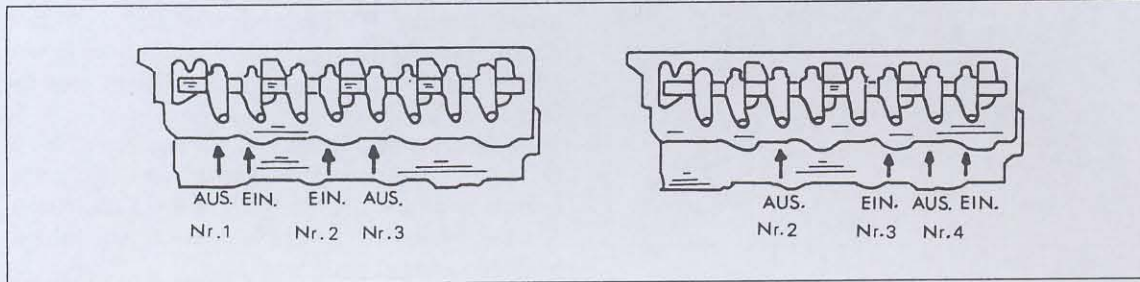

Bild 79
- Kurbelwelle durchdrehen, bis beide Ventile des ersten Zylinders geschlossen sind, d.h. beide Kipphebel müssen etwas Spiel aufweisen, während die Ventile des vierten Zylinders sich schneiden müssen (ein Ventil geöffnet, ein Ventil geschlossen). Das Steuerzeichen im Nockenwellensteuerrad muss gegenüber dem entsprechenden Zeichen stehen. Das Zeichen ist an der Oberseite von Bild 37 zu sehen. In dieser Stellung des Motors die in der linken Ansicht von Bild 79 mit den Pfeilen gezeigten Ventile einstel-
- Kurbelwelle um eine Umdrehung weiterdrehen und kontrollieren, dass beide Ventile des vierten Zylinders geschlossen sind. In dieser Stellung des Motors die in der rechten Ansicht von Bild 79 gezeigten Ventile in der oben beschriebenen Weise einstellen.